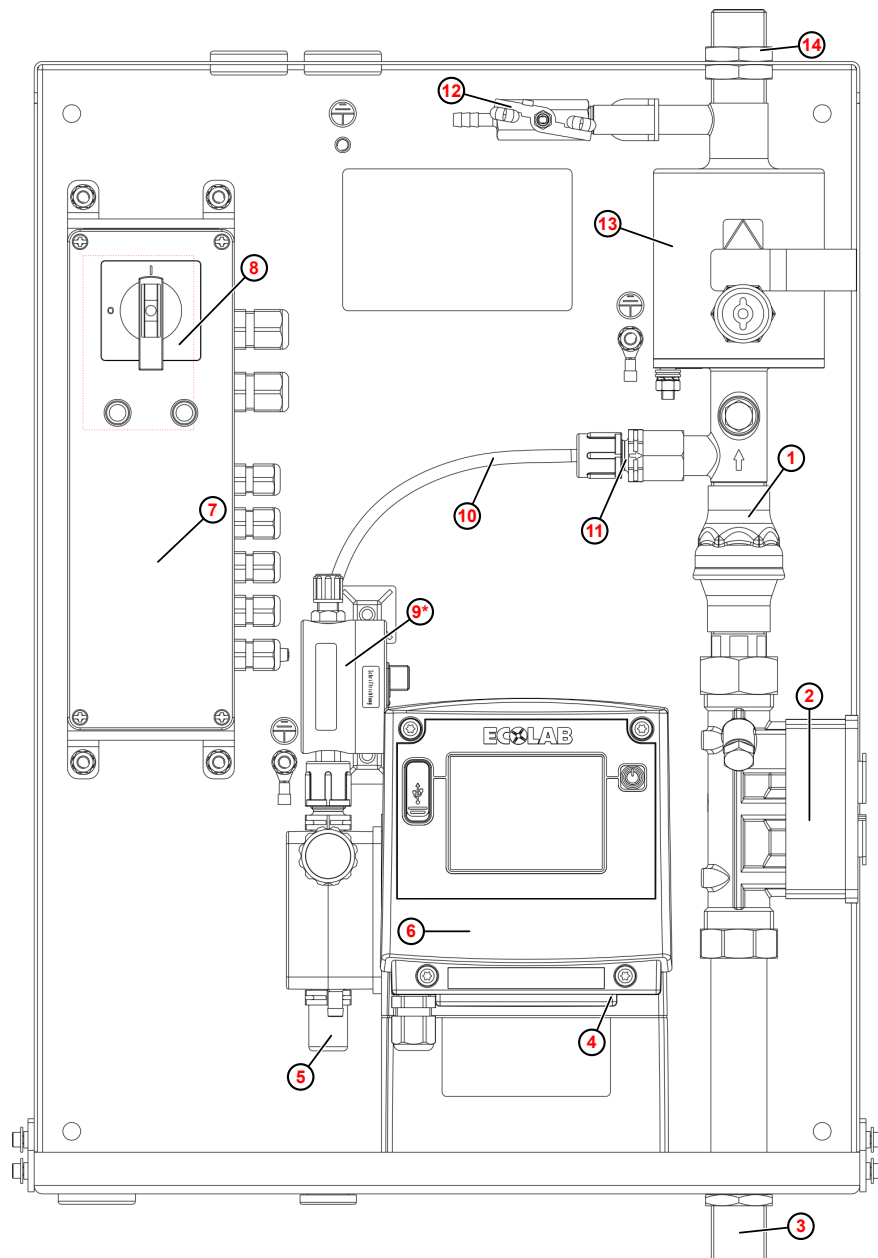

Abb. 2: Anschlussübersicht: Lub-O-Mat Eco
5. → Frischwasserverteiler am Anschluss Frischwasser Abb. 2, ③ des Lub-O-Mat Eco anschließen.
6. → Bei Bedarf, optionalen Frischwasserzähler OGMPLUS zwischen Dosierpumpe Abb. 2, ⑥ und Mischkammer Abb. 2, ⑬ montieren.
1. ➔ Produktleitung zum Leitungssystem der Bandschmieranlage am Verbraucheranschluss Abb. 2, ⑭ des Lub-O-Mat Eco anschließen.
3. ➔ Saugleitung zum Lub-O-Mat Eco verlegen und am Saugleitungsanschluss Abb. 2, ⑤ der Dosierpumpe anschließen.
4. ➔ Leermeldestecker der Sauglanze an der Dosierpumpe anschließen Abb. 2, ④.